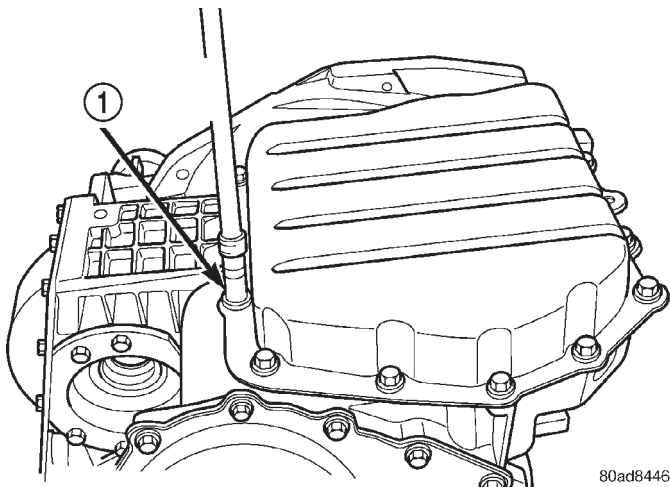

Fig. 313 Pernos del colector de aceite
- (1) Desconecte el cable negativo de la batería.
- (2) Retire el conjunto del depurador de aire y cuerpo de la mariposa.
- (3) Desconecte el cable de cambio de marchas de la palanca de válvula manual.
- (4) Retire la palanca de la válvula manual del eje manual.
- (5) Desconecte el Sensor de posición de la transmisión (TRS).
- (6) Eleve el vehículo en el elevador.
- (7) Retire los pernos del colector de aceite (Fig. 313).